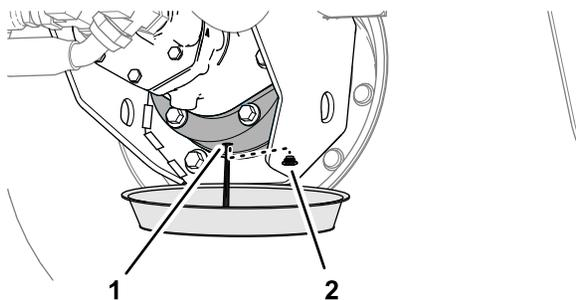

図 89
- ブレーキハウジングの下に容器を置き、ドレンプラグを外してオイルが完全に抜けるのを待つ 図 89。